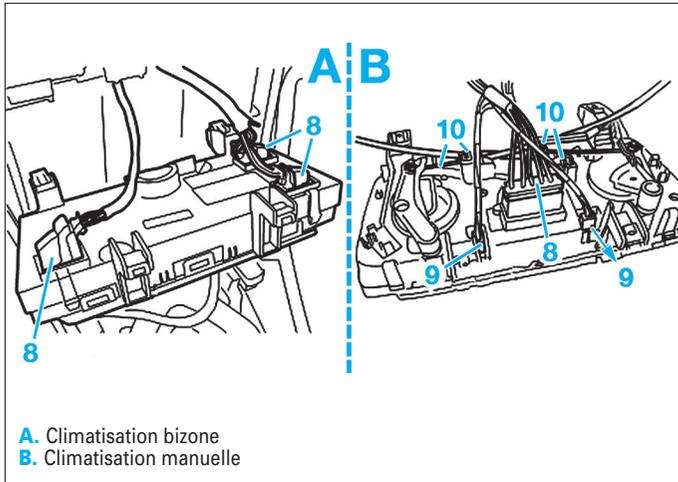

Fig. 27
- Débrancher le connecteur (8) (Fig.27).
- Débrancher les lampes d'éclairage de commande (9)
- Pour les commandes manuelles, dégrafer les câbles de commande (10) (si équipés).